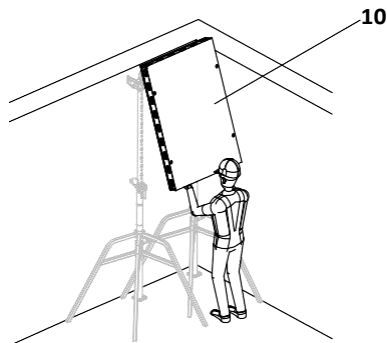

Fig. D2.02
3. Закачете елемента DP (10) към опорните глави DFH. (Fig. D2.02) Закачете рамката на елемента към зъбите на главата DFH.